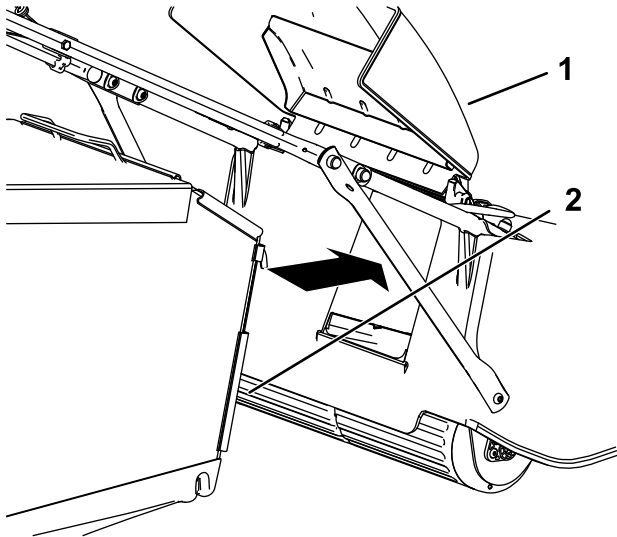

Figura 22
4. Instale o saco de relva na sua posição (Figura 22).